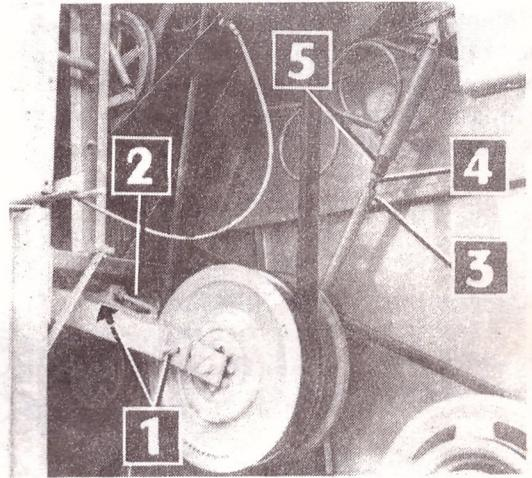

FIG. 52
Vérifier périodiquement la tension et, si nécessaire, la régler en agissant sur les écrous du tendeur (2, fig.52) après avoir desserré les 4 écrous (1). Tendre fort la courroie et bien bloquer les écrous.